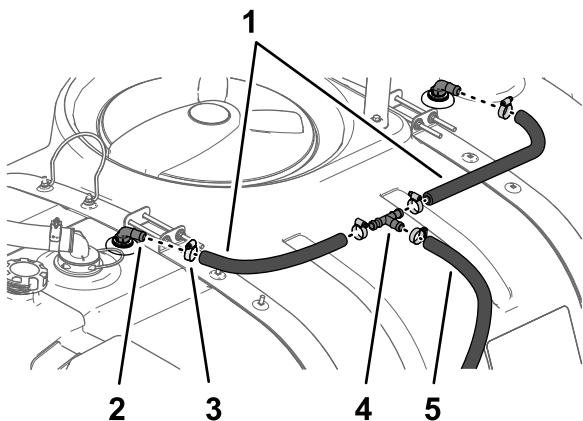

Figura 27
1. Monte os dois tubos de 1,9 x 61 cm e duas abraçadeiras de tubos em cada união de 90° com nos conjuntos dos bicos de lavagem e aperte as abraçadeiras à mão (Figura 27).
2. Monte, sem apertar, a outra extremidade dos tubos de 1,9 x 61 cm na união em T com duas abraçadeiras como se mostra na Figura 27.
3. Monte os tubos de 1,9 x 180 cm e uma abraçadeira de tubos na união em T como se mostra na Figura 27.
1. Monte o tubo 43,3 cm na parte inferior do depósito de lavagem na união reta estriada interior da bomba do depósito de lavagem com uma abraçadeira de tubos e aperte a abraçadeira à mão (Figura 27).